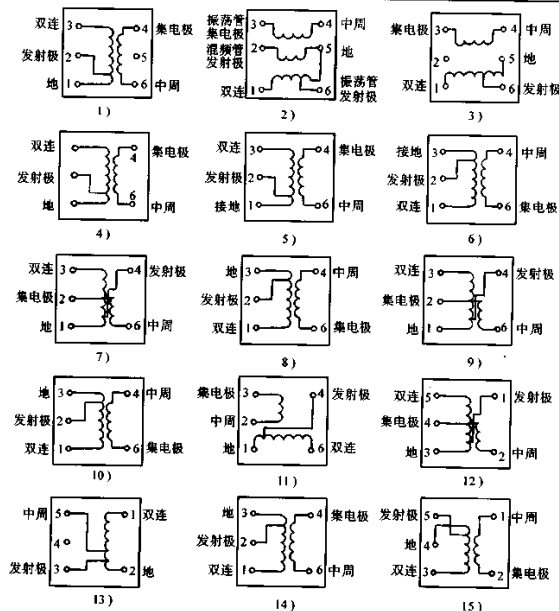

图 7-12 部分国产小型振荡线圈性能参数资料
(2) 振荡线圈修理资料。表 7-10 所示是部分国产小型振荡线圈性能参数资料,如图 7-12 所示是表中各振荡线圈引脚接线示意图,供修配时参考。